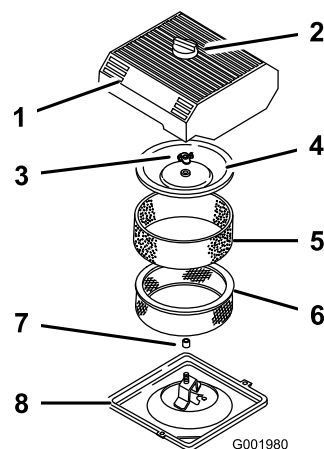

Figure 46
3. Nettoyez la surface autour du filtre à air pour éviter que des impuretés n'endommagent le moteur en tombant à l'intérieur (Figure 46).
4. Desserrez le bouton sur le couvercle du filtre à air et déposez le couvercle (Figure 46).
- Sortez délicatement l'élément en mousse de l'élément en papier (Figure 46).
- Dévissez l'écrou du couvercle et enlevez le couvercle et l'élément en papier (Figure 46).
- Glissez délicatement l'élément en mousse sur l'élément en papier (Figure 46).
- Vissez l'écrou à la main contre le couvercle (Figure 46).
- Remettez en place le couvercle du filtre à air et le bouton (Figure 46).